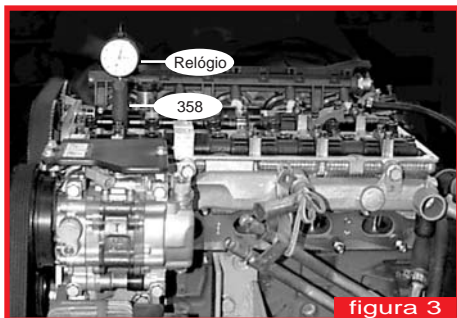

figura 3
b) o terminal 2 do sensor hall e o terminal 8 da ECU (figura 3)